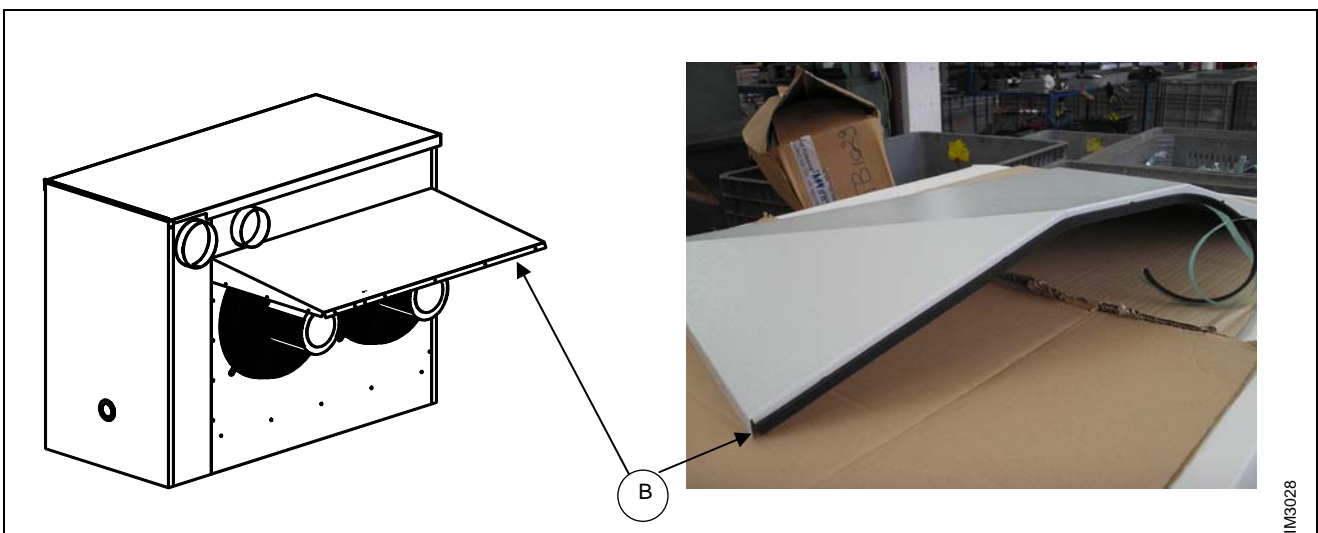

Figura 11 – POSIZIONAMENTO GUARNIZIONE DI TENUTA EMONTAGGIO COPERCHIO PLENUM DI RIPRESA
1. Posizionare la guarnizione come indicato nella foto di Figura 11, montare il coperchio del plenum utilizzando le viti M4 a testa esagonale fornite a corredo.